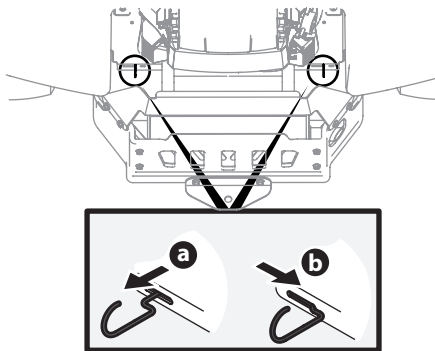

Figura 2-1
- Enganche las varillas de derivación de la transmisión, una a cada lado del tractor, para mover el tractor manualmente sin ponerlo en marcha. Las varillas de derivación de la transmisión están ubicadas en la parte trasera del tractor, justo en el interior de las ruedas traseras. Enganche las varillas de derivación tirando de cada una hacia afuera (a) y hacia la derecha (b) para trabarlas en su lugar. Consulte Figura 2-1.
- Después de mover el tractor, desenganche las varillas de derivación invirtiendo los pasos a y b. Consulte Figura 2-1.